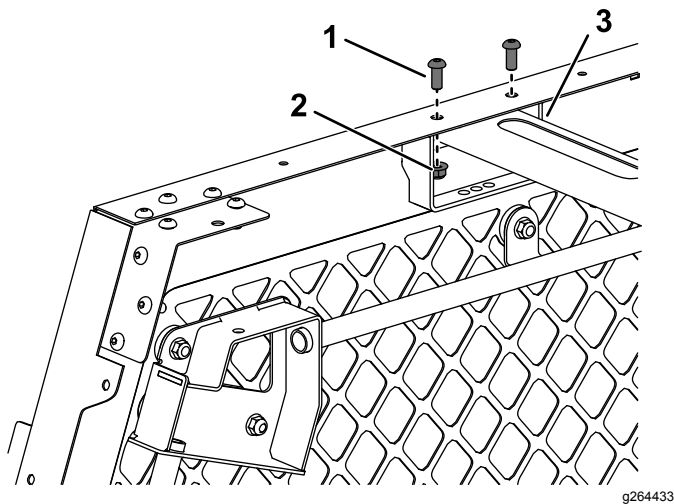

Figura 13
1. Montate ciascun lato del supporto con 2 viti a testa tonda (5/16" x 3/4") e 2 dadi flangiati (5/16"); fate riferimento alla Figura 13.